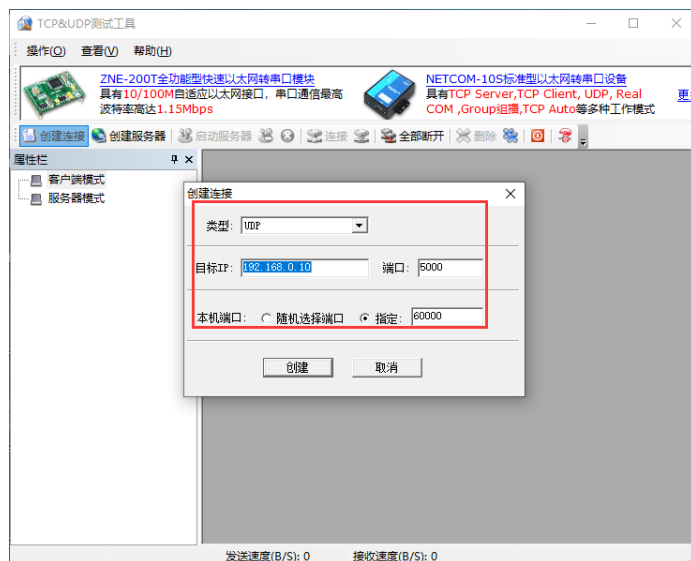

图 6-7 UDP 模式设置
- 3) 将电脑 IP 设置为 192.168.0.1, 打开“TCP&UDP 测试工具”, 创建连接, 模式选择 UDP, 其他参数设置如图 6-7 所示。